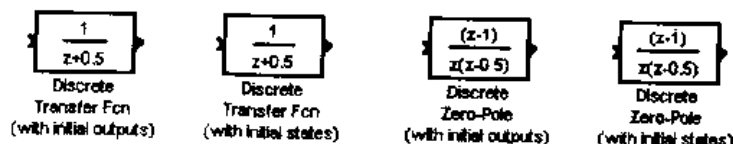

图 5.3 扩展离散库中的模块
(1) 扩展离散库包含的模块如图 5.3 所示。包括两个离散传递函数模块 (具有初始状态, 初始输出各一个), 两个离散零极点模块 (具有初始状态、初始值各一个)。